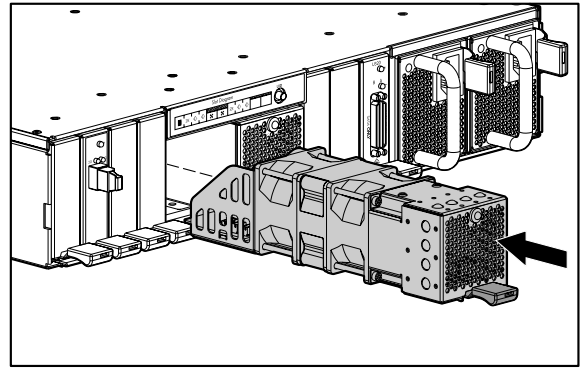

Abbildung 9: Einsetzen des Lüftermoduls
2. Schieben Sie das Lüftermodul in den Schacht, bis es einrastet, wie in Abbildung 9 gezeigt.